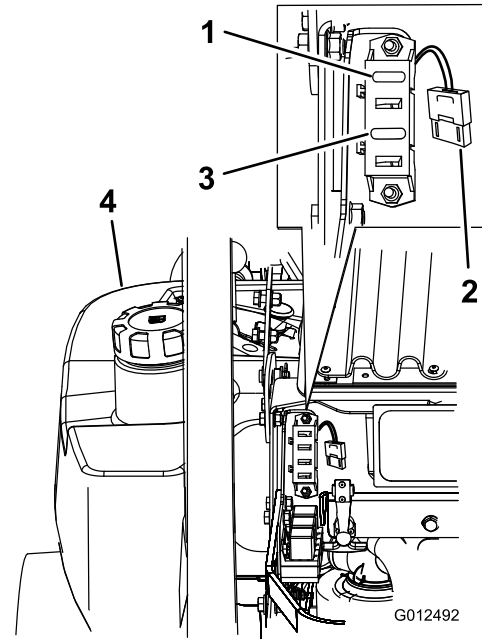

Figure 59
1. Déverrouillez et soulevez le capot pour accéder au porte-fusibles (Figure 59).
3. Remplacez le fusible (Figure 59).